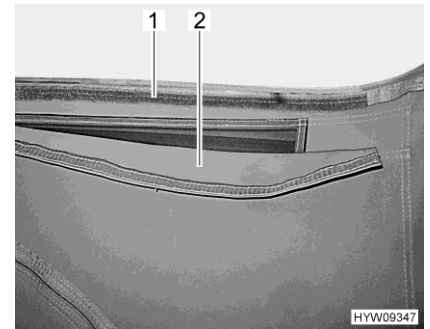

Bild 86 Lüftung (geöffnet)
- Stoffflasche (Bild 86,2) nach oben ziehen und am Klettband (Bild 86,1) andrücken.